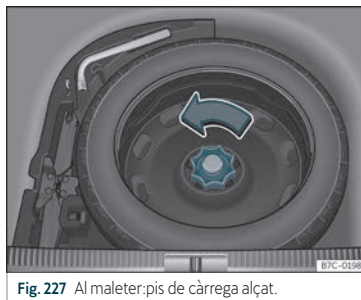

Fig. 227 Al maleter: pis de càrrega alçat.
- Gireu la rodeta en sentit contrari al de les agulles del rellotge»» Fig. 227.